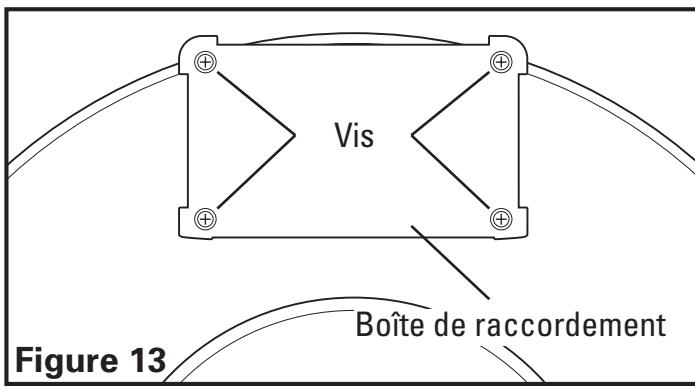

Figure 13
- Retirez les vis de la plaque du couvercle de la boîte de raccordement située sur le côté du moteur (**Figure 13**).